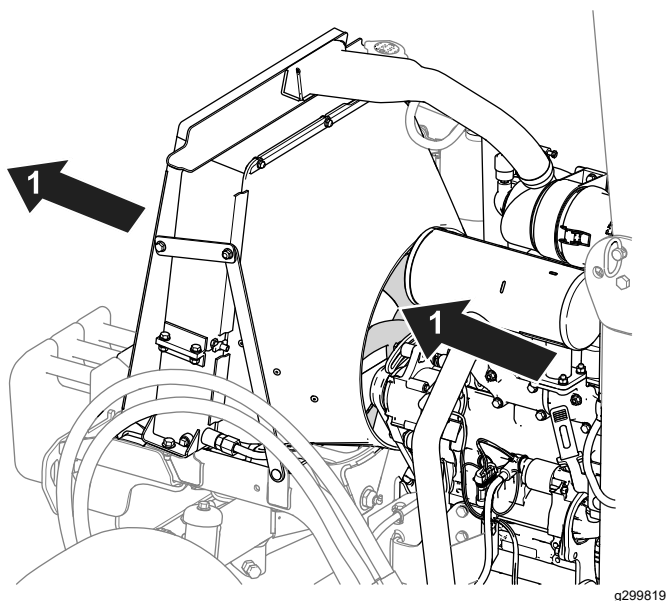

Figura 69
- Utilice aire comprimido para limpiar las aletas del radiador. Dirija el chorro de aire hacia fuera de la máquina (Figura 69).